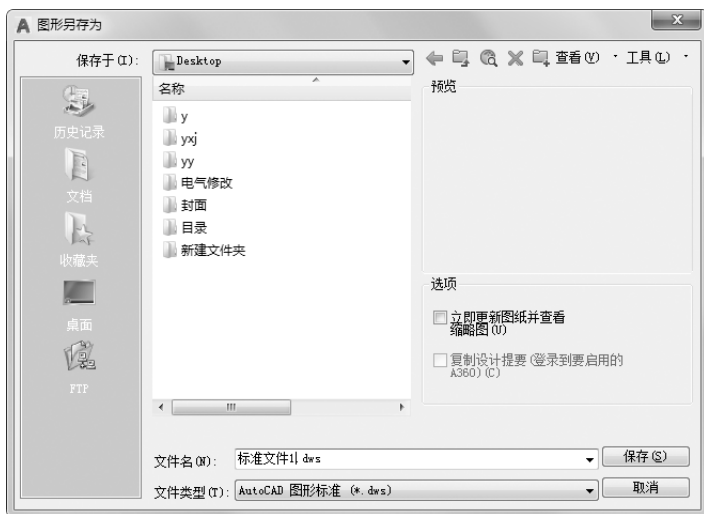

图 7-33 保存标准文件
(3) 单击“快速访问”工具栏中的“另存为”按钮, 出现如图 7-33 所示的“图形另存为”对话框, 将标准文件命名为“标准文件 1”, 在“文件类型”下拉列表框中选择“AutoCAD 图形标准 (*.dws)”选项, 单击“保存”按钮即可。